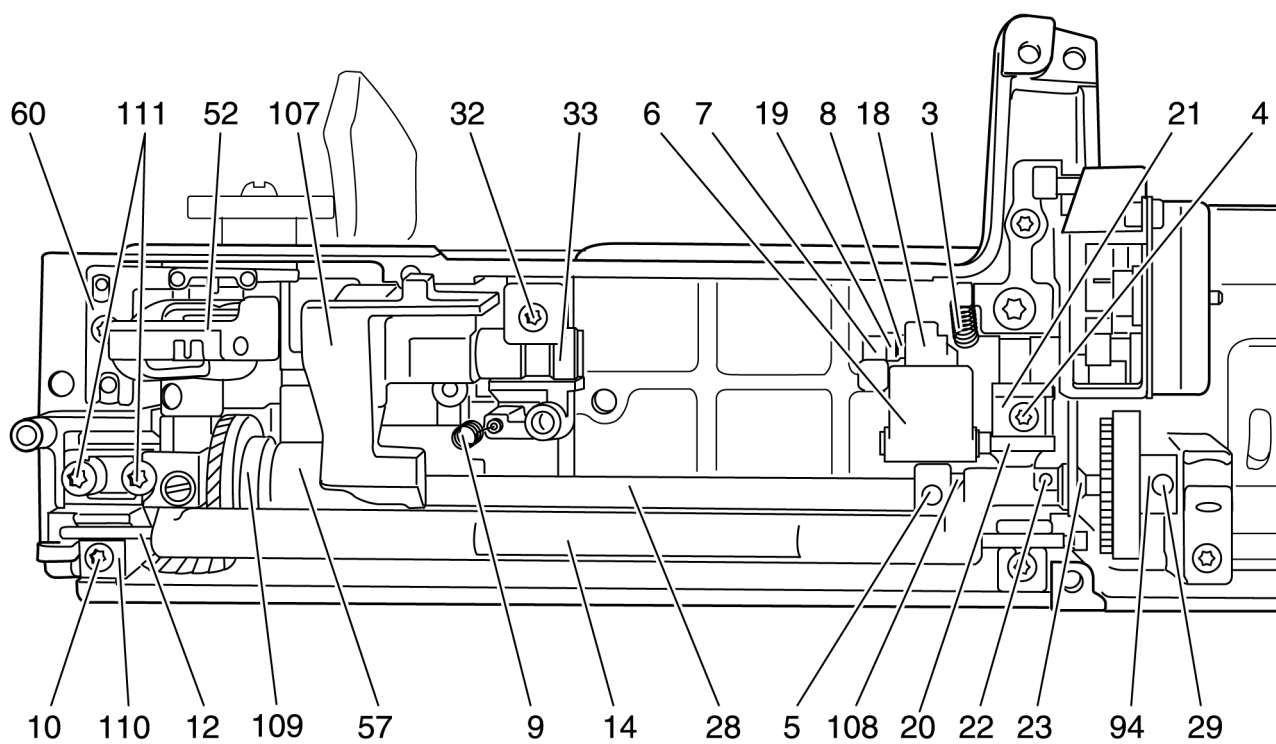

Рис. 81
- Демонтируйте устройство опускания транспортера 107 (рис. 81).